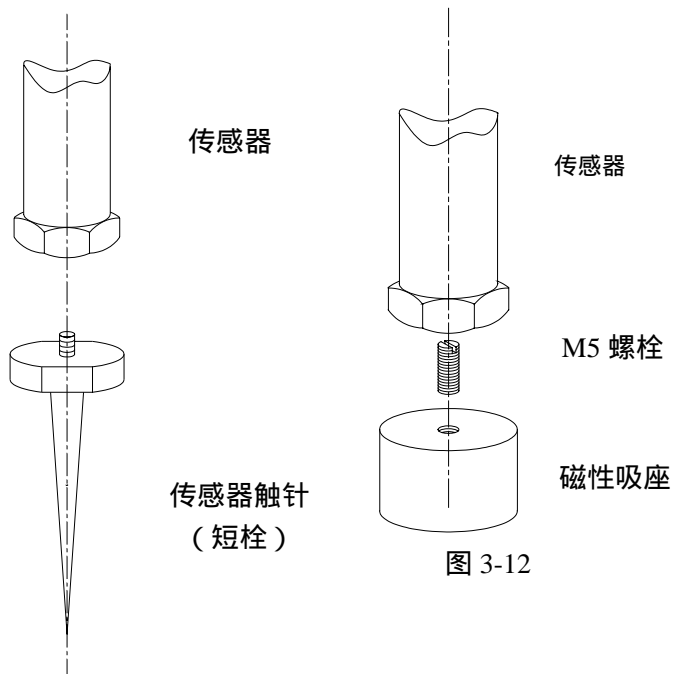

图 3-10
- 2) 用手把持传感器（配触针或握把；其装配见图 3-10、3-11，其使用见例 3 或图 3-15、3-16）置于被测物体上：测试频率应小于 1000Hz，振动能量不能太小；